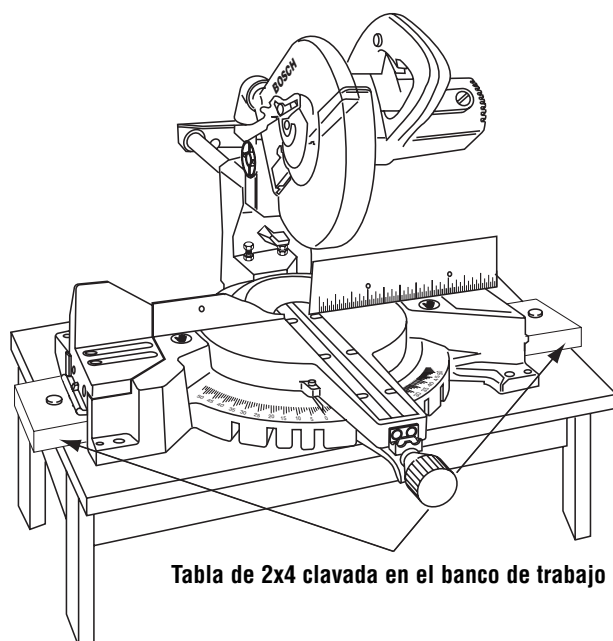

Figura 17. Montaje portátil usando tablas de 2x4
- Para evitar que la sierra se tuerza, ésta se debe colocar sobre dos (2) tablas de 2x4 montadas sobre un banco de trabajo.
- Las aberturas del mango de transporte fundido tienen acanaladuras en el interior que son del mismo tamaño que un bloque de 2x4. Centre las aberturas de la sierra para cortar ingletes sobre los bloques de 2x4 que se hayan fijado con abrazaderas o se hayan clavado en un banco de trabajo para aumentar la estabilidad (Figura 17).